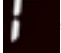

Figura 2.7B
2. Cuando aparece la pantalla que se muestra en la figura 2.7B y la unidad de temperatura "°C" parpadea, entonces el usuario puede comenzar a tomar medidas.